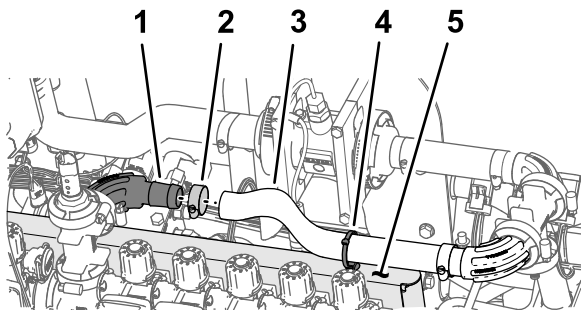

Bild 110
1. Befestigen Sie den Schlauch (1" x 16") über dem 90° Flanschanschlussstück (1"), wie in Bild 110 abgebildet.
2. Befestigen Sie den Schlauch mit einer Schlauchklemme am Flanschanschlussstück (Bild 110).
3. Befestigen Sie den Kabelbinder bzw. die Eindrückbefestigung im Loch an der Oberseite der Ventilbefestigung, wie in Bild 110 abgebildet.
4. Befestigen Sie den Kabelbinder bzw. die Eindrückbefestigung (Bild 110) um den Schlauch (1" x 16").